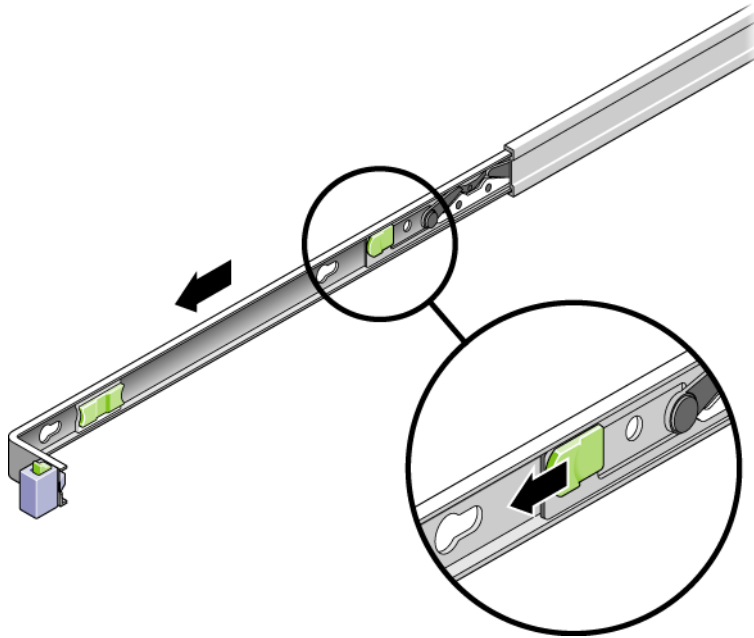

ABBILDUNG 2-2 Position der Entriegelung des Montagebügels
- c. Schieben Sie die Bügelentriegelung in die in ABBILDUNG 2-2 gezeigte Richtung und ziehen Sie dann den Montagebügel von der Schiene ab.